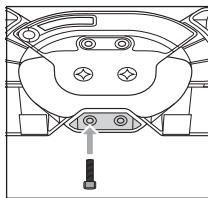

Fig. 3
- ◆ Con la brugola **11**, avvitare saldamente una vite **9** nel dado di sicurezza **10** (vedere fig. 3).